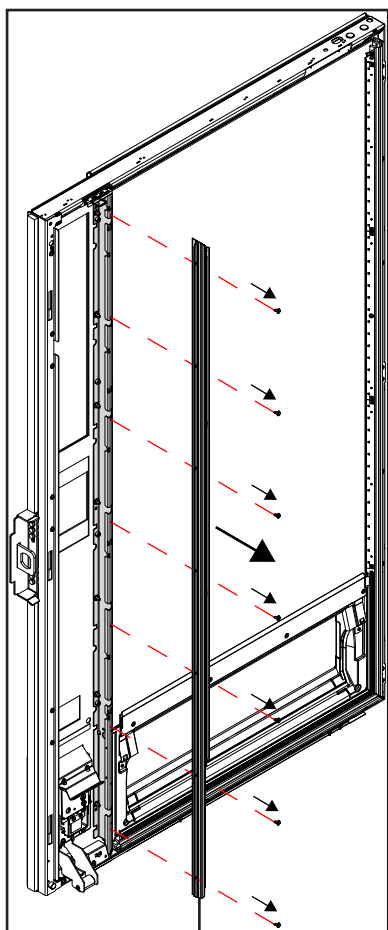

Bild 4
3. 7x Linsen-Blechschaube Innensechsrund M4 demontieren (Bild 4).
4. Dichtungsprofil links entfernen (Bild 4).